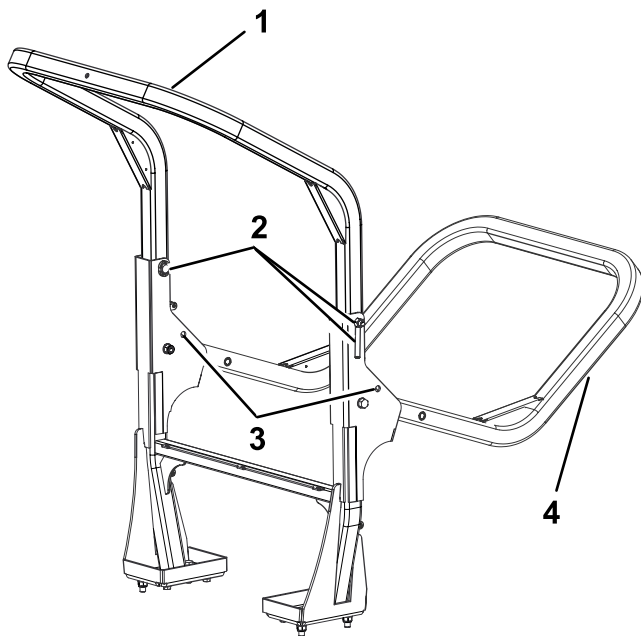

Figure 25
2. Soutenez le poids du cadre supérieur de l'arceau de sécurité pendant que vous enlevez les goupilles de verrouillage et les axes de chape des supports de pivot (Figure 25).